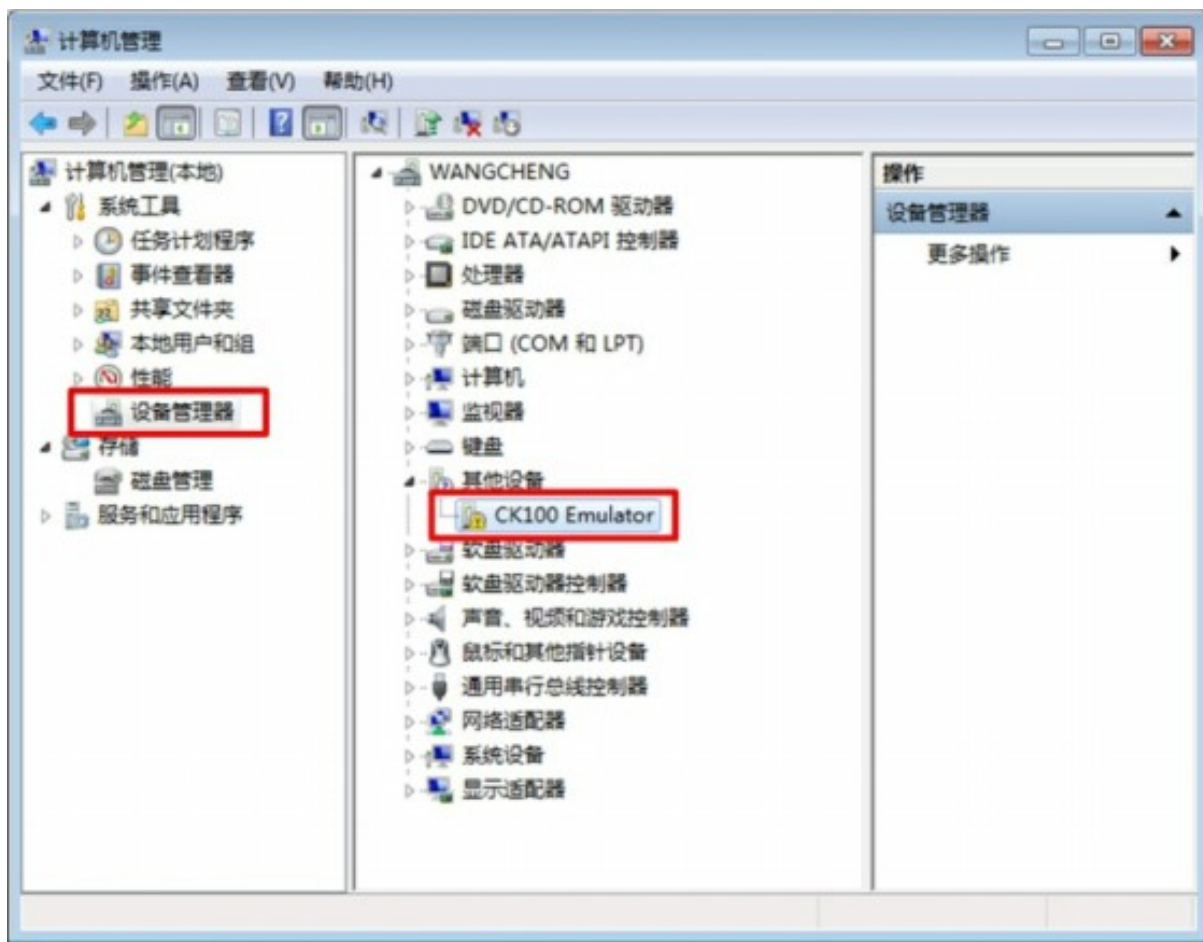

图 45: CK100 驱动安装
(1) 通过 USB 数据线将开发工具和电脑连接起来，打开设备管理器（鼠标选中计算机->右键->管理->设备管理器），打开后如图 45 所示。可以看到【其它设备】中，有一个带黄色感叹号的 CK100 Emulator。